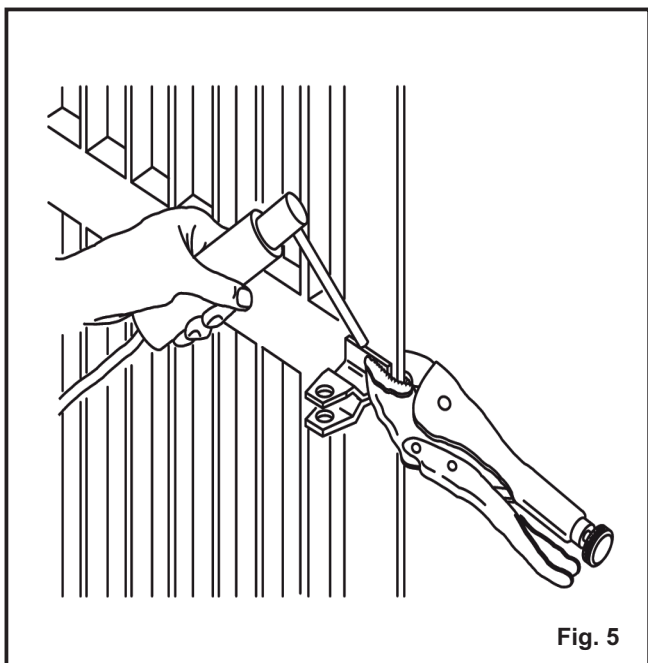

Fig. 5
M) Suelde definitivamente el empalme posterior en la hoja. Para realizar dicha operación libere momentáneamente el operador del empalme para evitar que las escorias de soldadura puedan dañarlo (fig. 5).